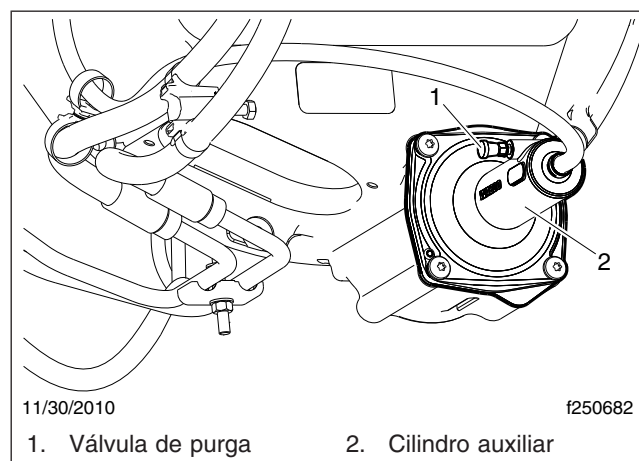

Figura 5, Cilindro auxiliar, control del embrague hidráulico
- 4.2 Retire la tapa de la válvula de purga del cilindro auxiliar. Vea la Figura 5. En la válvula, instale una manguera de drenaje transparente conectada a una botella de captación. Esta manguera debe ajustarse firmemente a la válvula de purga de modo que no se salga cuando se bombe líquido.
3. Retire la tapa de la válvula de purga del cilindro auxiliar. Vea la **Figura 5**. En la válvula, instale una manguera de drenaje transparente conectada a una botella de captación. Esta manguera debe ajustarse firmemente a la válvula de purga de modo que no se salga cuando se bombee líquido.